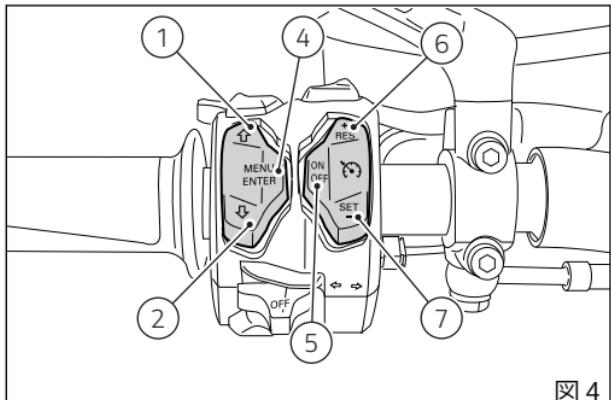

図 4
6) クルーズコントロールボタン - RES (レジューム) / + (増速) (図 4)
7) クルーズコントロールボタン - SET (設定) / + (減速) (図 4)